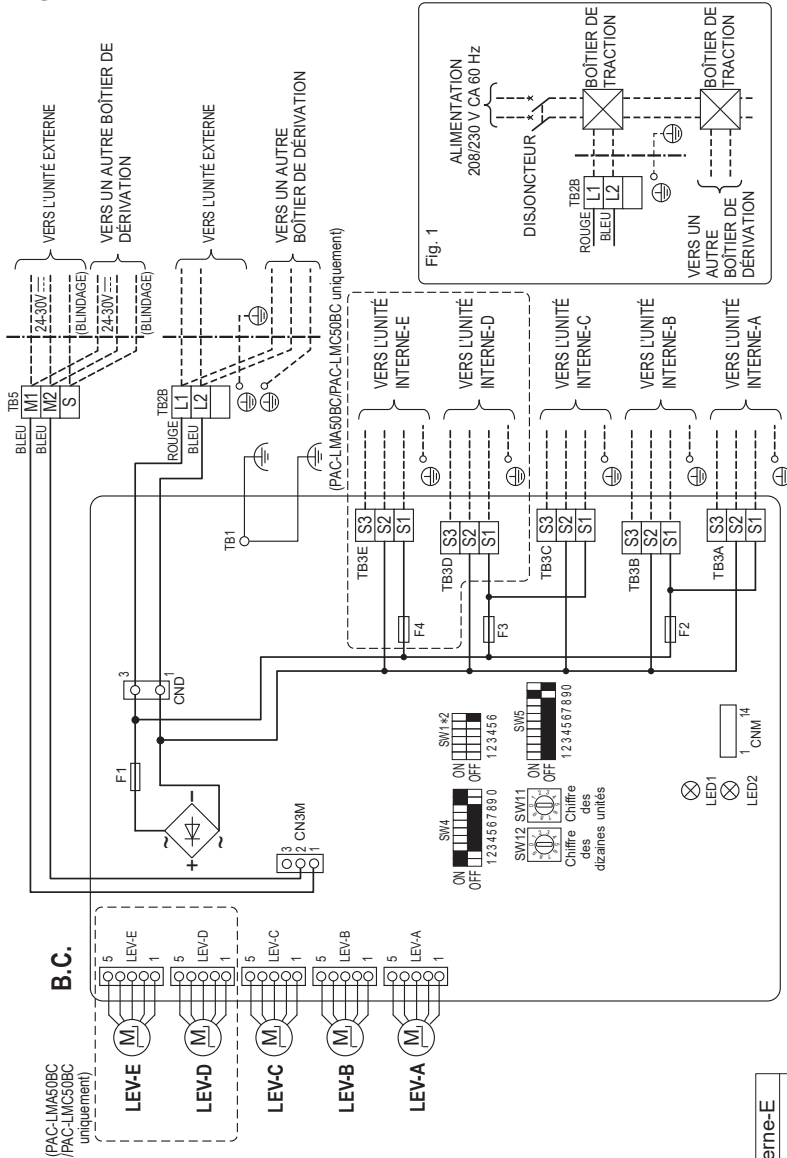

Fig. 1
- Pour les travaux de câblage d'alimentation réalisés séparément pour le boîtier de dérivation et les unités externes, se reporter à la Fig. 1.